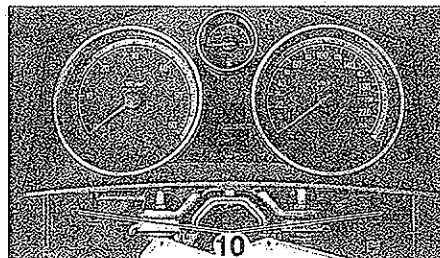

FIG. 30
- los dos tornillos de fijación (10) cuadro de instrumentos (fig. 30).